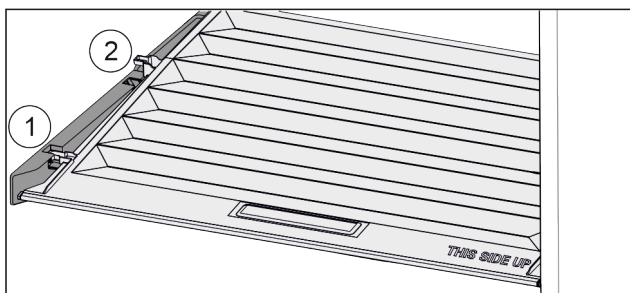

Fig. 157
- Dra locket framåt Fig. 157 (1) till öppningen i fästdelarna.
- Lyft det baktill underifrån och ta ut Fig. 157 (2) det uppåt.